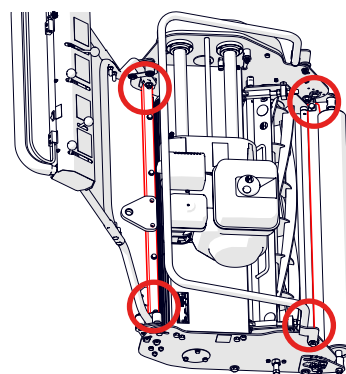

Fig.25. Punti di ancoraggio per il trasporto
- Ancorare la macchina al pavimento/pallett utilizzando cinghie di fissaggio idonee. Procedere all'ancoraggio attorno alle barre di accoppiamento anteriori e posteriori (evidenziate in rosso nella Fig. 25).